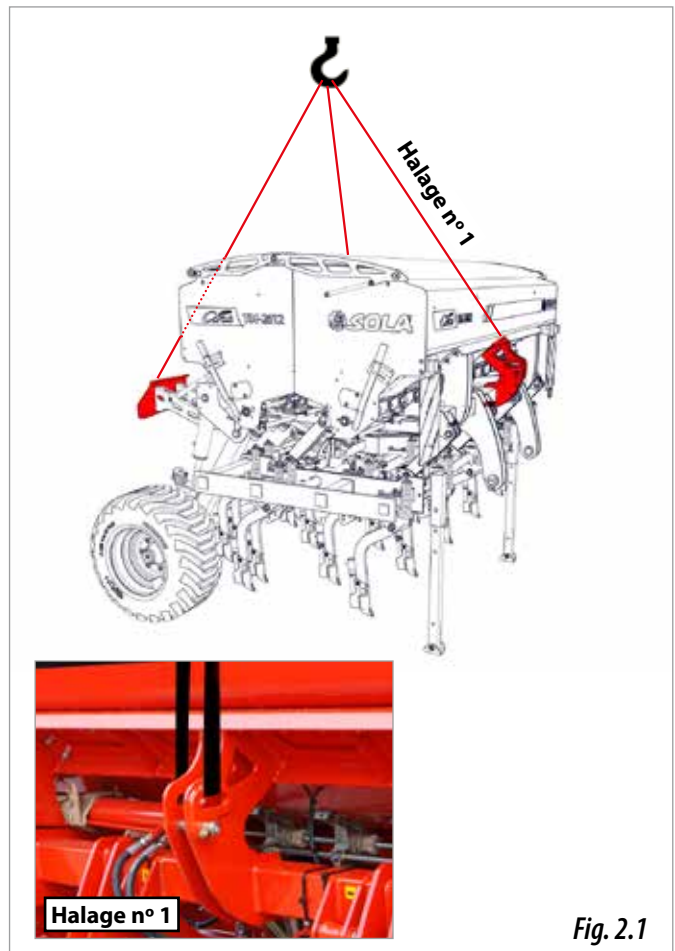

Fig. 2.1
- **Partie avant :** une attache sur l'attelage supérieur du relevage (Fig. 2.1).